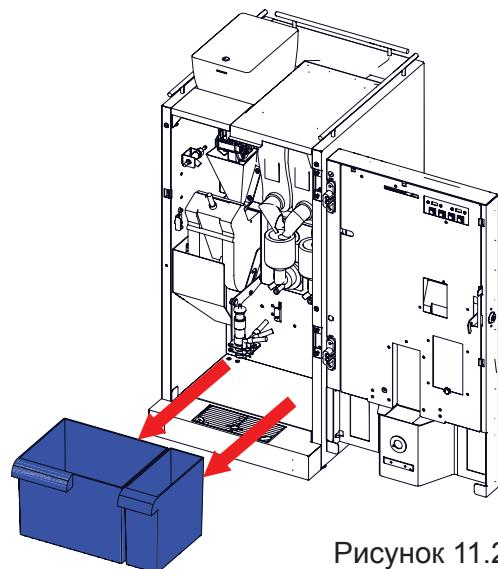

Рисунок 11.2
**11.2.1.3 Контейнеры для отходов (см.рис.11.2)**
4. Произведите разборку, очистку и сборку капучинатора (см.рис.11.2):
- одновременно поверните и вытяните часть (1)
- затем одновременно поверните и вытяните часть (2)